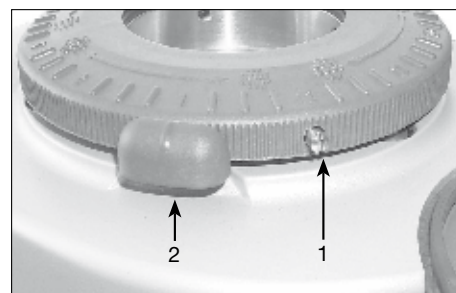

Fig. 2 - Montaggio errato
7. Infine, inserire la ghiera di regolazione facendo attenzione che la vite di bloccaggio della tramoggia si trovi in anticipo, in senso antiorario, rispetto al perno di arresto macine, così come rappresentato in figura 1. In fig.2 è mostrato, invece, un errato inserimento della ghiera di regolazione: la vite di bloccaggio tramoggia (1) si trova dopo il perno di arresto macine (2). E' di fondamentale importanza far notare che in questo caso la vite di bloccaggio tramoggia non consentirà lo scavalcamento del perno di arresto macine in fase di apertura delle macine stesse per cui, trovandosi le macine già a contatto, risulterà impossibile raggiungere la giusta granulometria del macinato ed il caffè non scenderà dal beccuccio o scenderà a gocce.